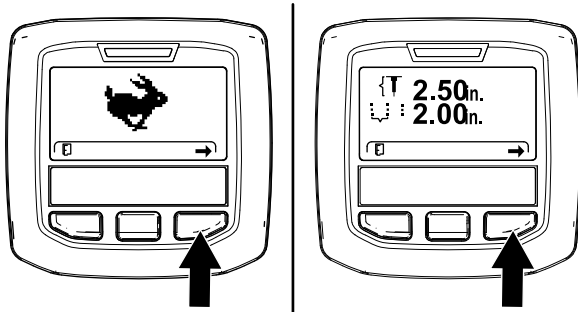
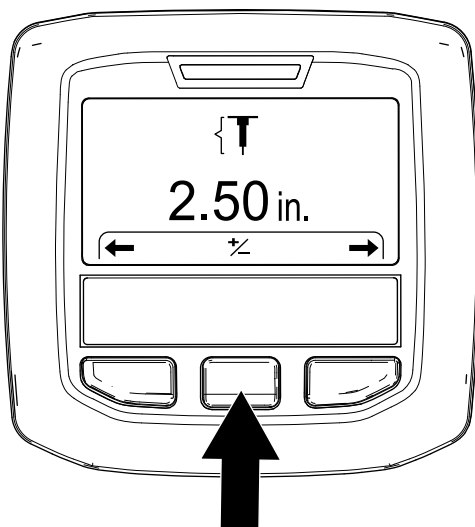

Bild 51
Bild 52
3. Drücken Sie die rechte InfoCenter-Taste, bis der Bildschirm „Einstellen der Lochtiefe“ angezeigt wird (Bild 51 und Bild 52).